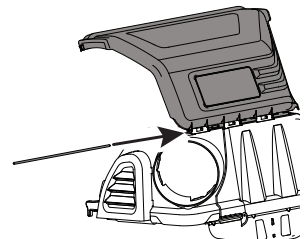

Figure 15
- Faites aligner les encoches du couvercle supérieur du bac récupérateur avec les encoches à l'avant du support de la goulotte supérieure. Insérez la tige de charnière dans les fentes du côté droit du support de la goulotte supérieure. Voir Figure 15. Poussez la tige de charnière jusqu'au bout.